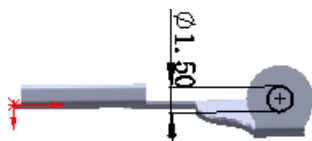

图 6.49 横断面草图
② 定义横断面草图。在草图环境中绘制图 6.49 所示的横断面草图。